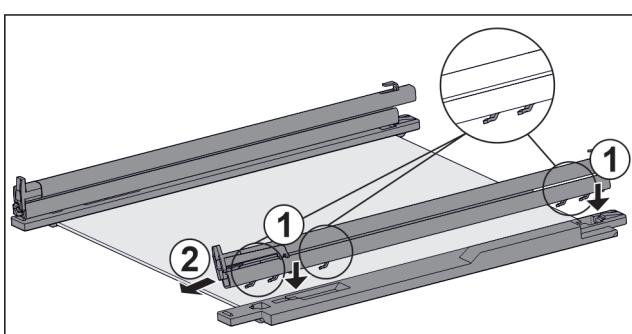

Fig. 114 Стеклянная пластина с направляющими и крепежными элементами
- Поместите крючки направляющей в отверстия **левого** крепежного элемента. Fig. 114 (1)
- Потяните направляющую вперед. Fig. 114 (2)
- Поместите крючки направляющей в отверстия **правового** крепежного элемента. Fig. 114 (1)